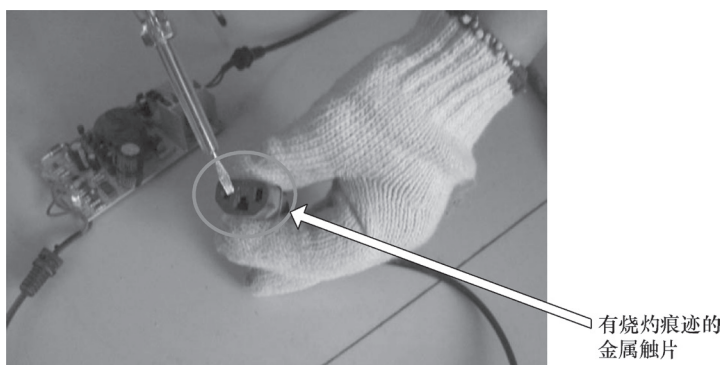

图 4-4 充电器输出端
2) 发现充电器的输出插座打火损坏，金属触片有烧断的痕迹，如图 4-4 所示。